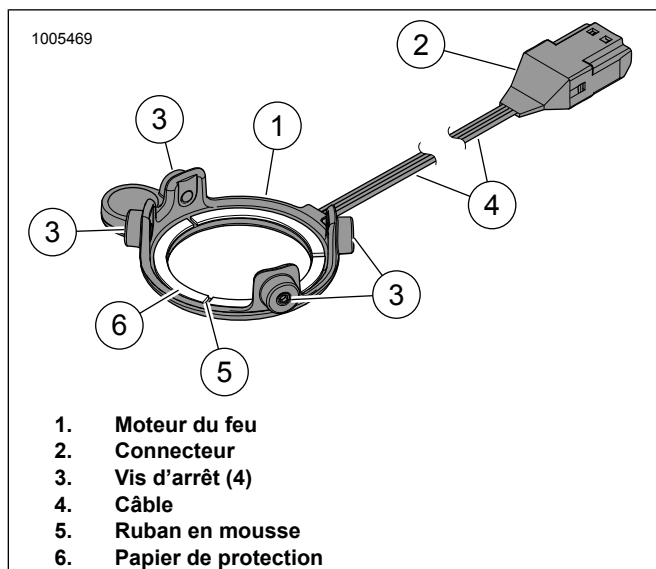

Figure 9. Feu DÉL, haut-parleur Stage I rond
3. Voir la figure 9. Retirer le papier de protection (6) du ruban de mousse (5) à l'arrière du moteur du feu (1).